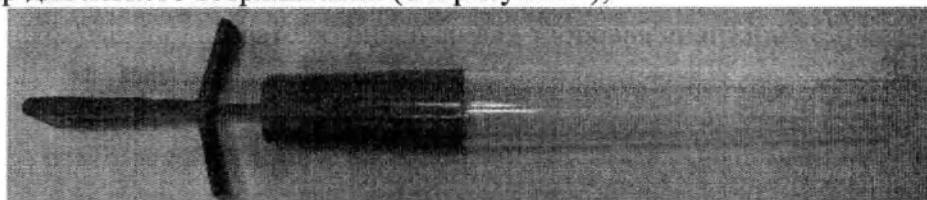

Рисунок 4
- футляр для легкого встряхивания (см. рисунок 4);